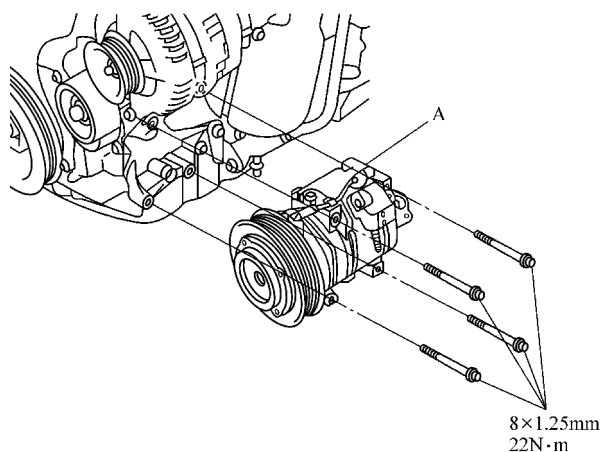

图 19-2 拆下空调压缩机
6) 拆下压缩机安装螺栓和空调压缩机 A，如图 19-2 所示。拆下压缩机时，小心不要损坏散热器散热片。